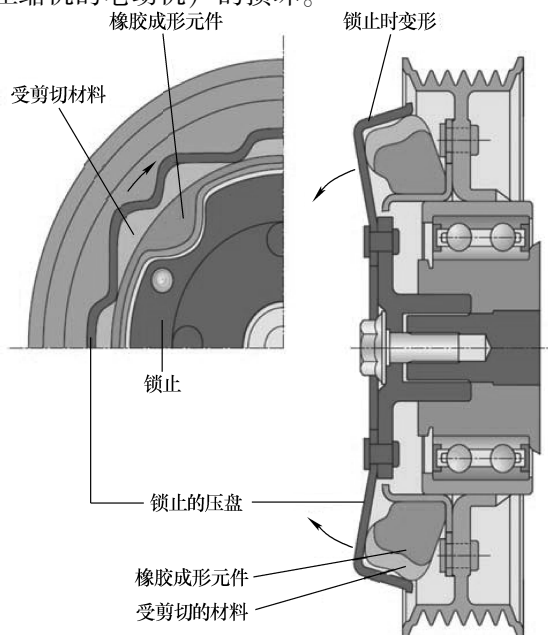

图 6-8 压缩机堵转时
2) 压缩机停止工作：如图 6-8 所示，当压缩机因内部损坏而堵转时，可能会出现驱动轮锁止的现象，此时也会导致压盘（从动盘）锁止。这时，带轮与压盘之间的传递力大大增加。橡胶成形元件将由带轮沿旋转方向压向锁止的压盘。橡胶元件外端将受剪切且带轮与压盘之间的连接断开，带轮可以继续自由旋转。这样就不会损坏多楔带，并避免了发动机（或驱动压缩机的电动机）的损坏。